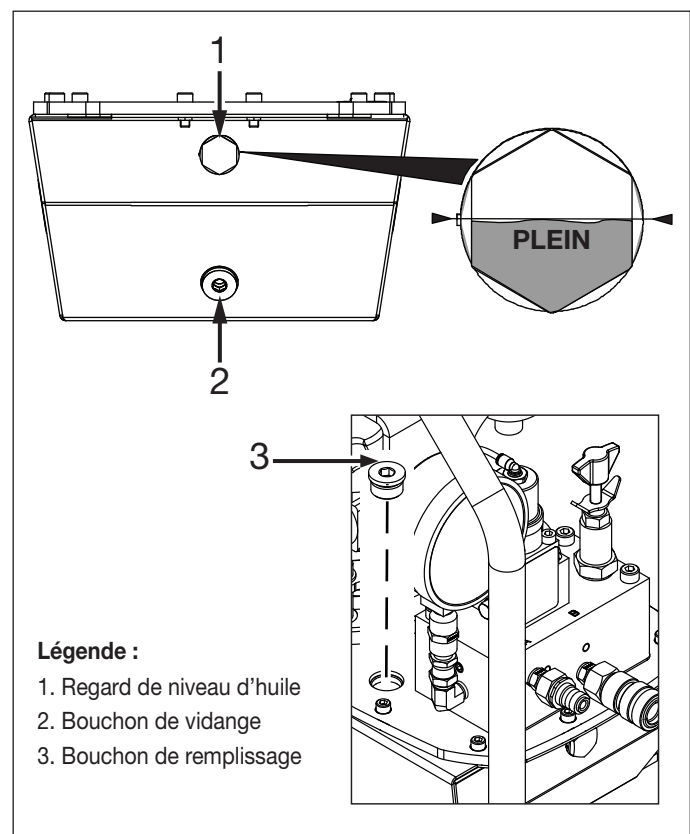

Figure 3 : Réservoir hydraulique
Le réservoir hydraulique est préalablement rempli d'huile en usine. Il est cependant nécessaire de toujours bien vérifier le niveau d'huile avant d'utiliser la pompe. Reportez-vous à la Figure 3 et à la procédure suivante :
1. Si un flexible d'air comprimé était précédemment raccordé à la pompe : veillez à ce que l'alimentation en air comprimé soit coupée et à ce que le manomètre pneumatique au niveau du filtre/régulateur indique zéro (0) bar/psi. Assurez-vous que le manomètre hydraulique indique également zéro (0) bar/psi.
2. Vérifiez le niveau d'huile du regard à l'avant du réservoir lorsque la pompe est sur une surface plane. Le réservoir est PLEIN lorsque le niveau d'huile est à peu près à la moitié du regard. Reportez-vous à la Figure 3.